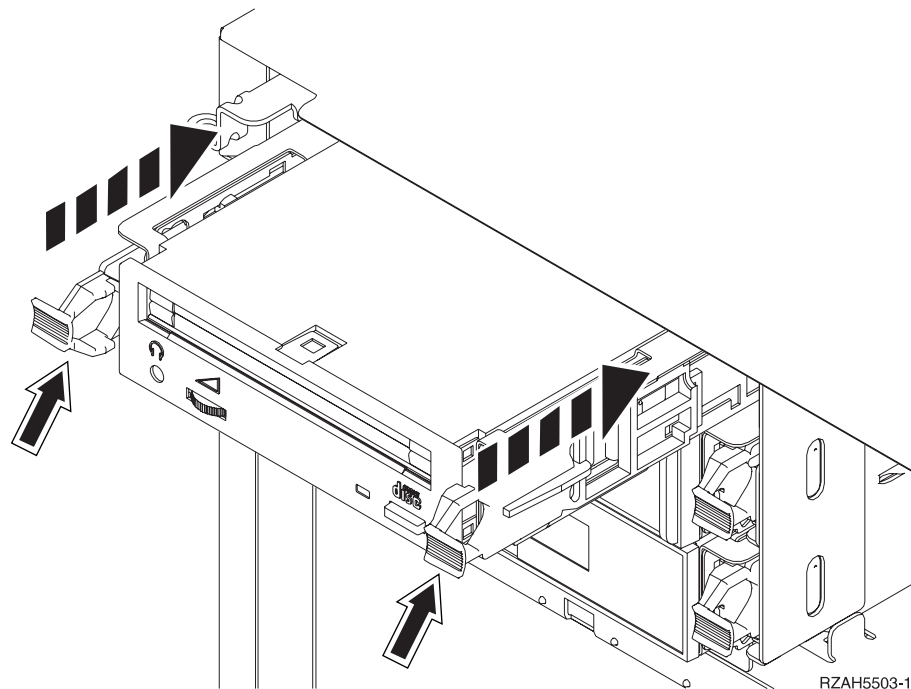

Abbildung 43. Austauschbaren Datenträger installieren
- ___ 15. Sehen Sie sich Abb. 43 an und richten Sie den austauschbaren Datenträger mit der nächsten verfügbaren Position aus.